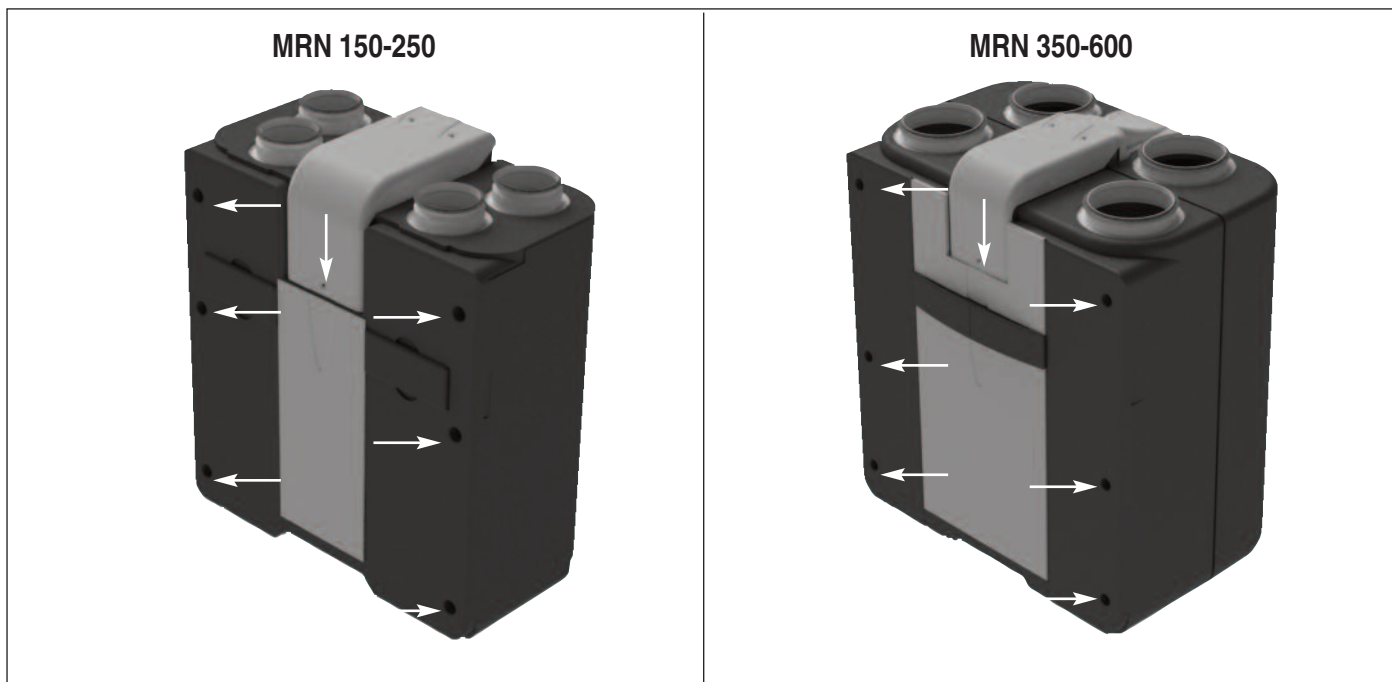

fig. 1
- Smontare il pannello frontale dell'unità: togliere i tappi di copertura e svitare le viti del pannello con l'apposita chiave TORX (fig. 1) ed addecare il sifone
- *Remove front cover panel of the unit: remove plugs and unscrew the screws using a TORX key (fig. 1) and start the siphon.*
- Rimontare il pannello frontale avvitando le viti con l'apposita chiave TORX, e reinserire ei tappi di copertura (fig. 1).